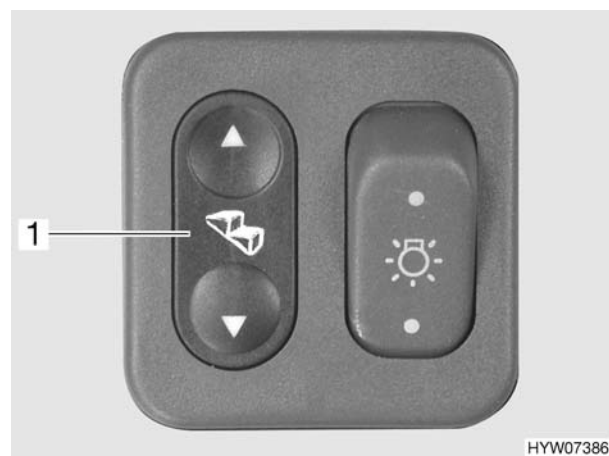

Fig. 2 Interruttore a bilico dello scalino di ingresso
- Premere l'interruttore a bilico (Fig. 2,1) nella zona di ingresso